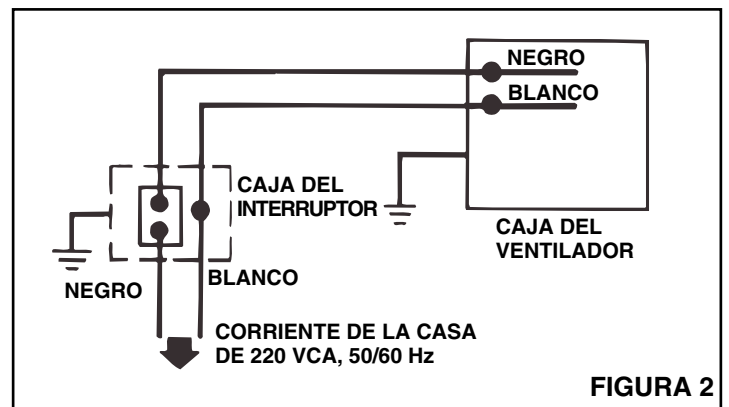

FIGURA 2
- Vea la Figura 2.** Pase los conductores de corriente del interruptor de pared, interruptor temporizador o interruptor de control de velocidad a la unidad.